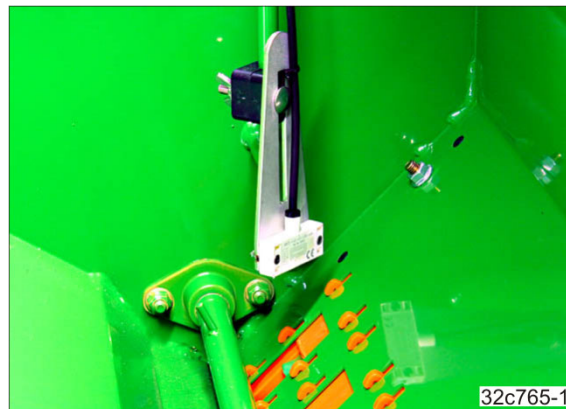

Fig. 153
8. Reglați înălțimea senzorilor de nivel (Fig. 153) în conformitate cu cantitatea reziduală de semințe dorită.